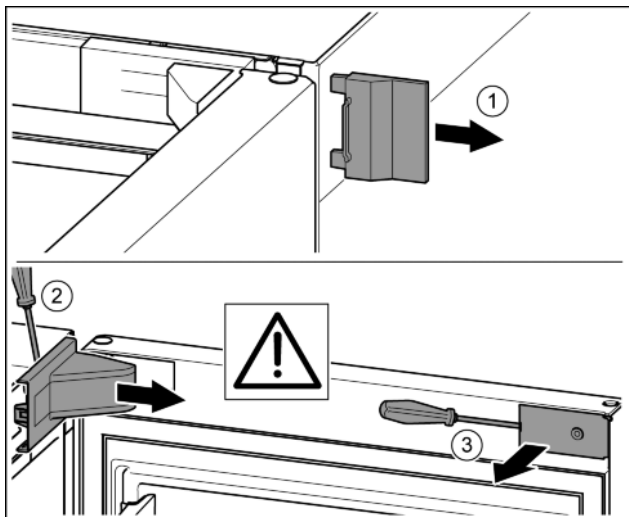

Fig. 9
- Sejměte vnější kryt. Fig. 9 (1)
- Šroubovákem odjistěte a uvolněte kryt stojanu ložiska. Sejměte kryt stojanu ložiska. Fig. 9 (2)
- Plochým šroubovákem odjistěte lištu a otočte ke straně. Fig. 9 (3)